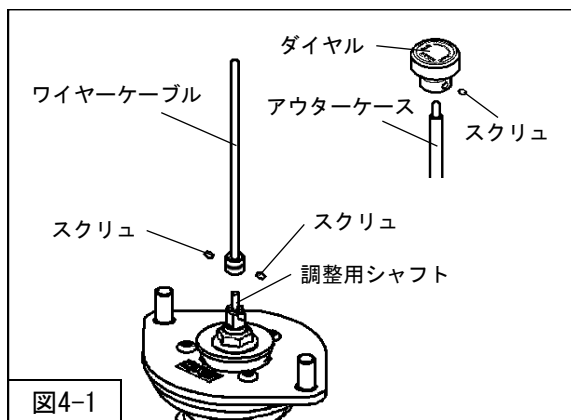

図4-1
1. 六角レンチ (1.5mm・同梱品) を使用し、スクリュをゆるめて減衰力調整ケーブル (同梱品) からダイヤル・アウターケースを取外してください。(図4-1)
2. リアサスペンションASSY先端の調整用シャフトにワイヤーケーブルを取付けてください。(図4-1)